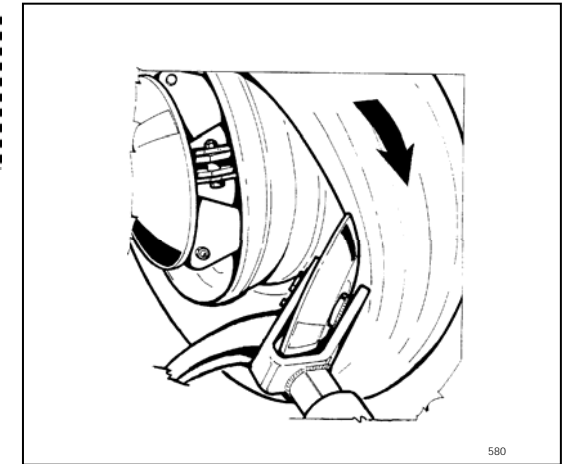

Fig.19
7. Continue to rotate the chuck while moving the toolholder carriage towards the outside until both beads are demounted from the rim, or move the chuck arm support towards the bead breaker disc (or tubeless roll) (Fig. 19 and Fig.20)
7. Continuer à tourner l'arbre en déplaçant le chariot porte-outil vers l'extérieur jusqu'à ce que les deux talons ne sortent de la jante, ou bien déplacer le châssis bras arbre dans la direction du disque détalonneur (ou galet tubeless) (Fig.19 et Fig.20).
7. Das Spannfutter weiterdrehen und dabei den Schlitten soweit nach außen fahren, bis die beiden Wülste aus der Felge herauskommen, oder den Spannfutterrahmen in Richtung der Abdrückscheibe (oder der Schlauchlosrolle) bewegen (Abb.19 und Abb.20).